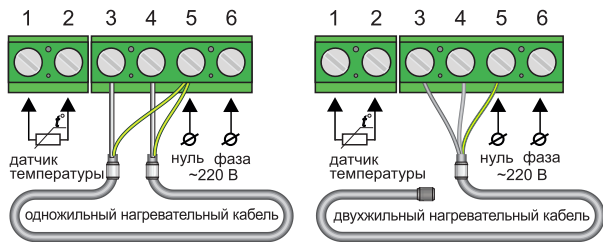

Рис.9 Схема подключения терморегулятора к 2-х проводной эл. сети
Если у Вас 2-х проводная электрическая сеть (без проводника заземления), схема подключения представлена на рис. 9. Экран нагревательной секции подключается к нейтральному проводнику (N) сети питания, на клемму 5.